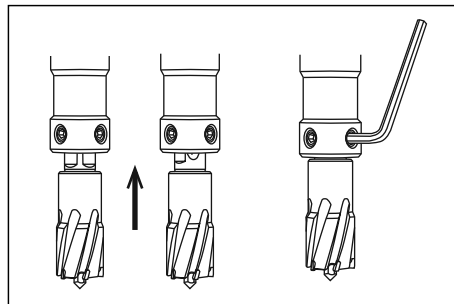

рис. 3
2. Установите сверло в шпиндель так, чтобы соответствующие шлицы были напротив стопорных винтов, используя шестигранный ключ №5 закрутите эти винты (см. рис. 3).